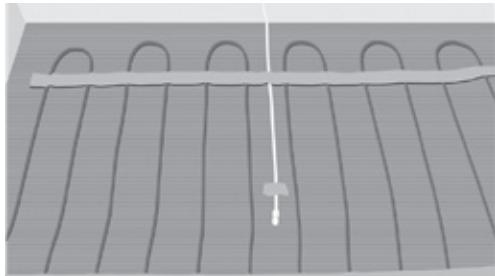

Bild 9. Placerar rörledning/sensor mellan två kablar
12. Placera och fixera ledningsrör eller golvsensor om inget ledningsrör är installerat. Täta änden av ledningsröret. Se till att placera röret/sensorn mellan två värmekablar (bild 9).